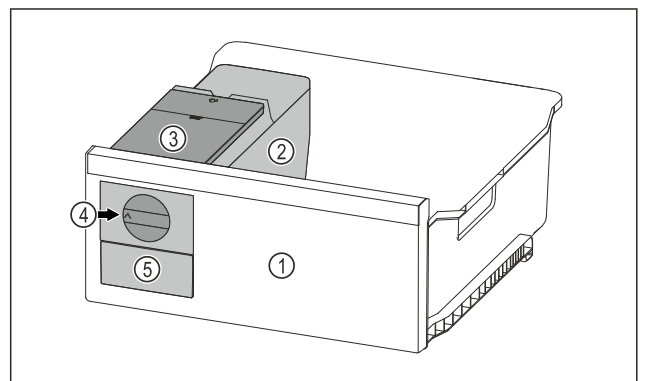

Fig. 71 Immagine a titolo di esempio
- ▶ Ruotare la manopola Fig. 71 (4) verso destra finché non si arresta.
- ▷ I cubetti di ghiaccio cadono dalla ciotola dei cubetti di ghiaccio nel cassetto dei cubetti di ghiaccio Fig. 71 (5). Se non tutti i cubetti di ghiaccio fuoriescono dalla ciotola dei cubetti di ghiaccio: